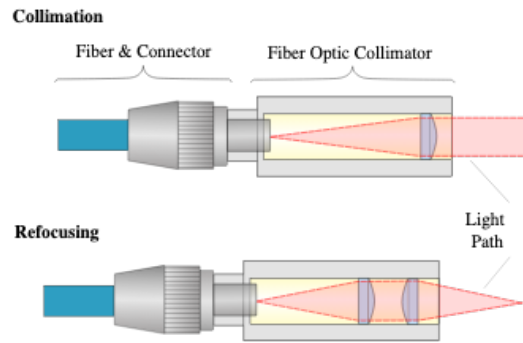

图 1: 光纤准直器
- 耦合进光纤的激光 (B1) 经过**光纤准直器 (Fiber Collimator)** (图1) 变成一束较小的平行光 (其调节方法见另一篇笔记)。